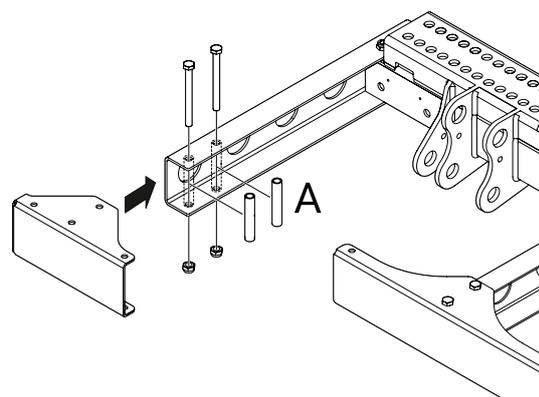

Abbildung 38. Montage des äußeren Blechprofils (ZU)
Die äußeren Blechprofile mit jeweils 2 M10x110-Schrauben montieren. Mit Distanzstücken (A) am U-Profil der Halterungen montieren. Siehe Abbildung 38.